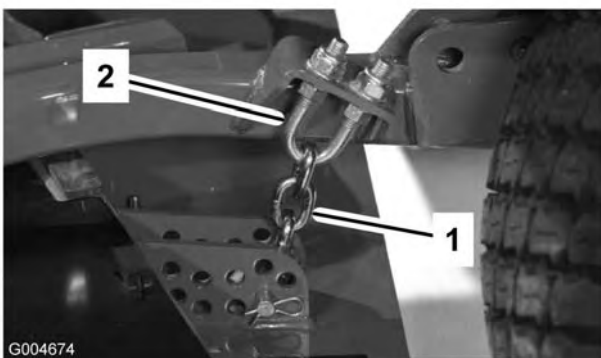

Figura 82
1. Allentate i controdadi sulla parte superiore o inferiore del bullone a U della catena dell'altezza di taglio (Figura 82).